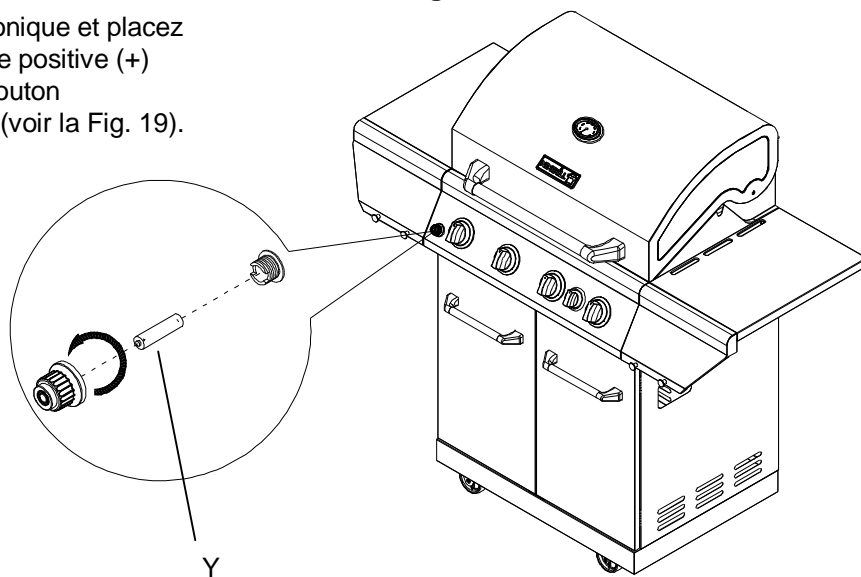

Fig. 19
Dévissez le bouton d'allumage électronique et placez la pile (Y) dans le boîtier avec la borne positive (+) dirigée vers l'extérieur. Remplacez le bouton d'allumage après avoir installé la pile (voir la Fig. 19).